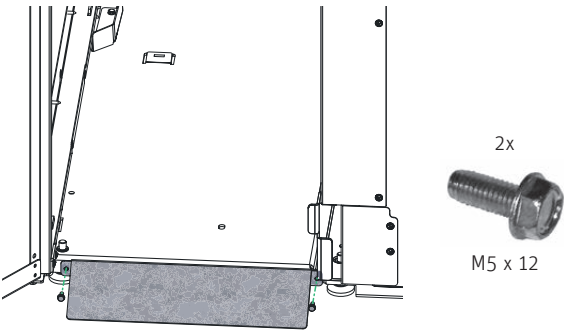

Fig. 121 Montare la rampa di accesso con 2 viti TT (M5 x 12)
- Fissare la rampa di accesso per contenitore cenere con 2 viti TT (M5 x 12) – Fig. 121.